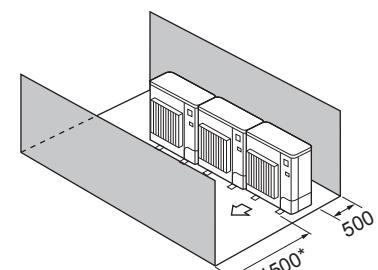

Fig. 2-16
④ Alleen obstakels aan de voor- en achterzijde (Fig. 2-16)